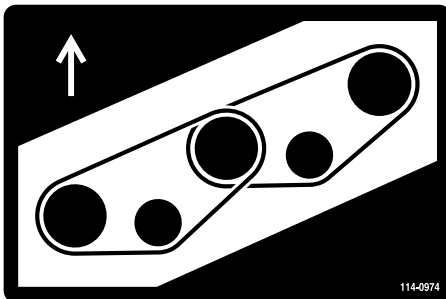

Figure 85
5. Acheminez la courroie neuve autour des poulies d'axe et de l'ensemble poulie de tension, comme indiqué à la Figure 85 et Figure 86.